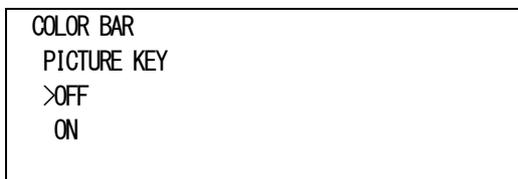

図4-12 オンスクリーンメニュー (PICTURE KEY例)
- 1) COLOR BARメニューで「PICTURE KEY[PKEY]」を選択し、**ENTER**ボタンを押すと図4-12のような設定メニューが表示されます。